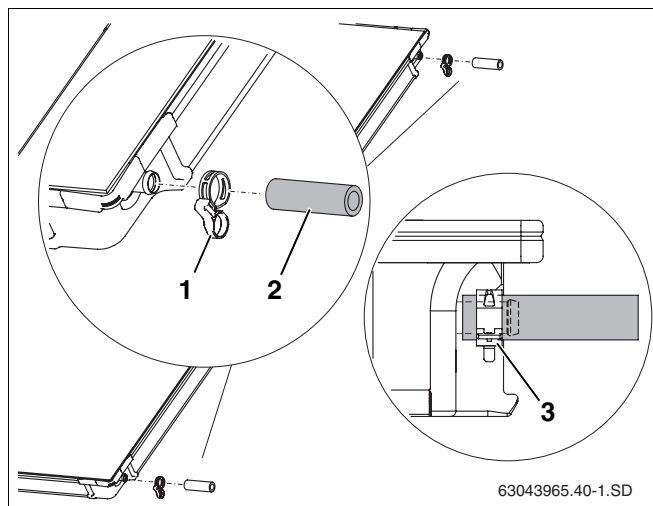

Fig. 42 Pré-montar o jogo de ligação no segundo colector
- Empurrar as mangueiras solares de 95 mm (fig. 42, **item 2**) sobre as ligações direitas do segundo colector e a de todos os que se seguem.
- Empurrar as abraçadeira de mola (fig. 42, **item 1**) sobre a mangueira solar (a segunda abraçadeira segura, mais tarde, a ligação ao outro colector).
- Quando a abraçadeira de mola estiver bem colocada, puxar o anel de fixação para segurar a ligação (fig. 42, **item 3**).